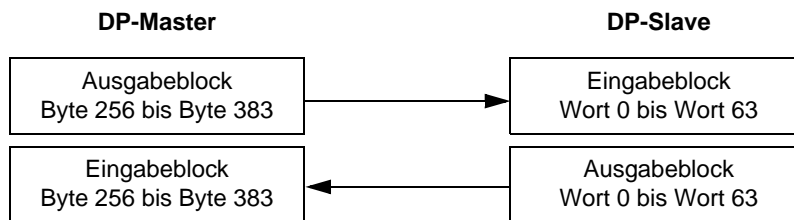

ABB. 49: Master/Slave-Austausch
- Dies resultiert in einem Bereich von Wort 0 bis Wort 63. ABB. 49 veranschaulicht diesen Austausch.
**HINWEIS:** ABB. 49 bezieht sich nicht auf den Eingangs- und Ausgangsblock im Graco Gateway. Die Verwendung der Terminologie in der Tag-Konfiguration erfolgt aus der SPS-Perspektive (DP-Master). Weitere Informationen unter **Systemvorbereitung für Graco Gateway**.